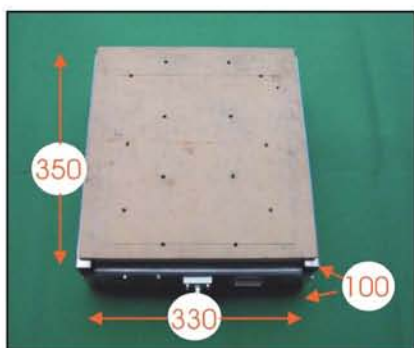

Fig. 4 - Piano di lavoro asse X, visto da sopra
1. Base con piano di lavoro scorrevole avanti-indietro per l'asse X (figure 4 e 5);